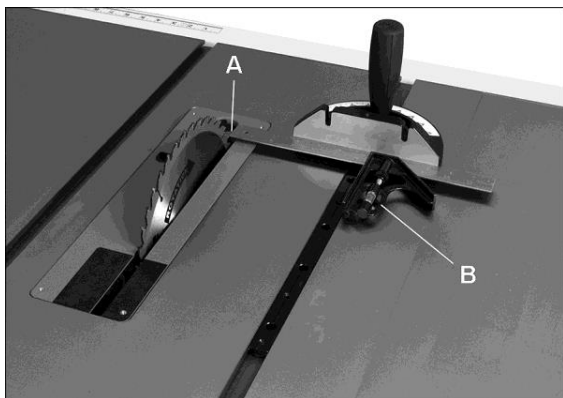

Рис. 7-9
См. Рис. 7-9 и 7-10.
4. Слегка поднимите угловой упор из паза стола. Теперь он будет служить упором для поверочного угольника. Положите угольник с выдвижной линейкой (В) вплотную к угловому упору и выдвиньте линейку угольника до касания с пильным диском. Затем зафиксируйте линейку в этом положении. См. Рис. 7-9.